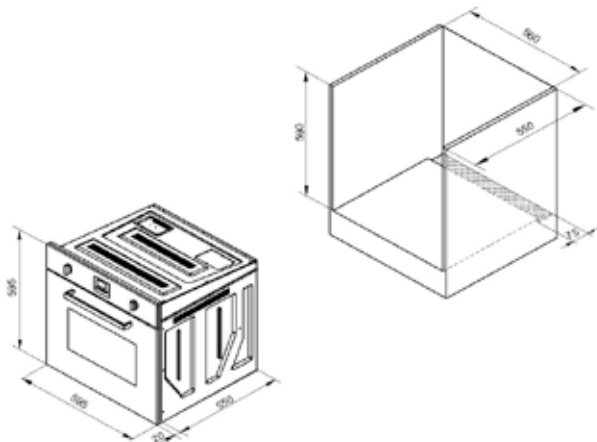
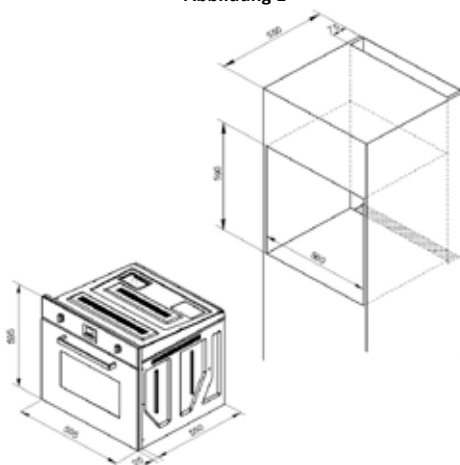

Abbildung 1
Abbildung 2
- Der Backofen wurde so konzipiert, dass er in einen Küchenschrank passt. Dabei kann er entweder in einen Unterschrank unterhalb der Arbeitsplatte oder in einen Hochschrank auf Augenhöhe eingebaut werden. Stellen Sie eine Öffnung im Küchenschrank her wie in der Abbildung gezeigt (**siehe Abbildung 1 und Abbildung 2**).
- Um die bestmögliche Luftzirkulation zu gewährleisten sollte der Backofen gemäß den in den Abbildungen gezeigten Maßen eingebaut werden. **(siehe Abbildung 1 und Abbildung 2)**